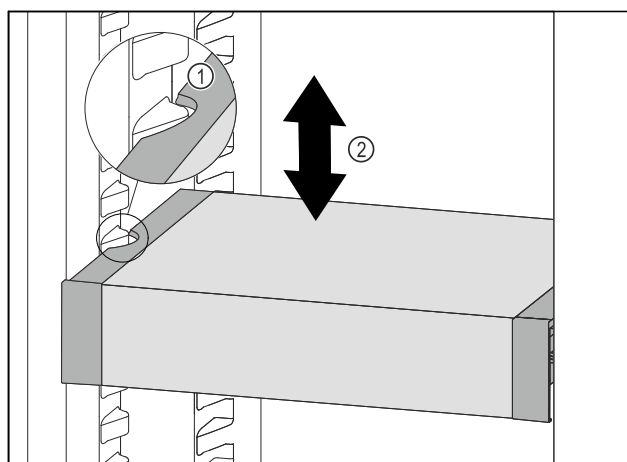

Fig. 132
- Tõmmake VarioSafe'i ettepoole, kuni VarioSafe'i külgmised väljalõiked asuvad jahutusosas anumaribi kõrgusel. Fig. 132 (1)
- Liigutage VarioSafe'i jahutusosas ülespoole või allapoole, kuni on saavutatud soovitud kõrgus. Fig. 132 (2)